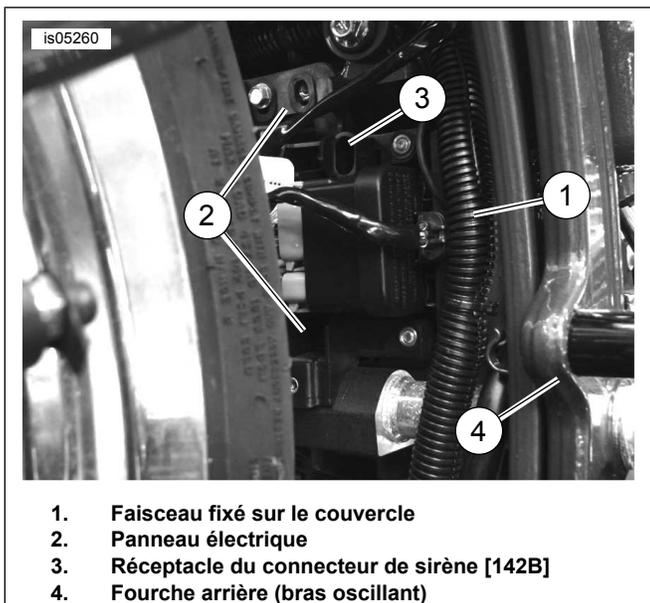
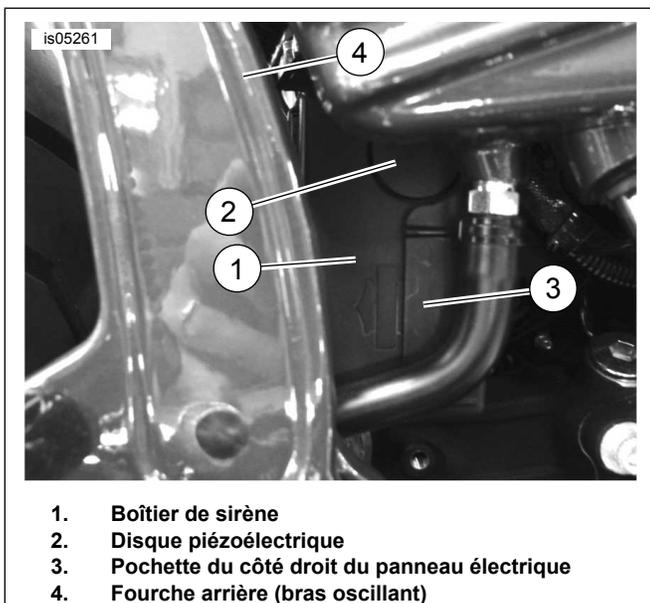

Figure 23. Panneau électrique (modèles FXCW/C)
Figure 24. Installation de la sirène (modèles FXCW/C)
2. Figure 23 Détacher le harnais (1) fixé sur le côté droit du couvercle du compartiment électrique (garde-boue déjà retirée dans la photo) à l'avant de la roue arrière. Retirer les deux vis à tête creuse hexagonale et rondelles qui retiennent le couvercle et retirer le couvercle du véhicule.
3. Retirer le connecteur de la sirène [142B] (3) du réceptacle (3) près de la partie supérieure du panneau électrique (2).
5. Figure 24 Orienter le boîtier de la sirène (1) avec le connecteur du harnais vers l'arrière et avec le disque sondeur (2) orienté vers l'extérieur. Fixer minutieusement le boîtier de la sirène dans la poche (3) du côté droit du panneau électrique.